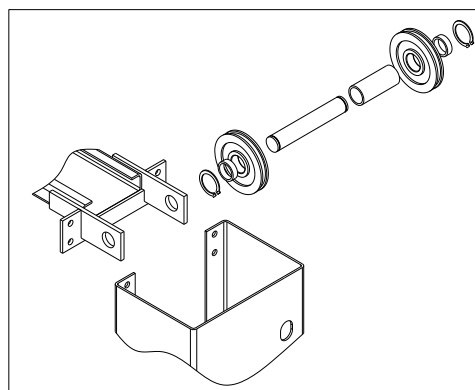

рис. 29
- ◆ Подсоединить поперечины к обоим стойкам согласно рис. 29